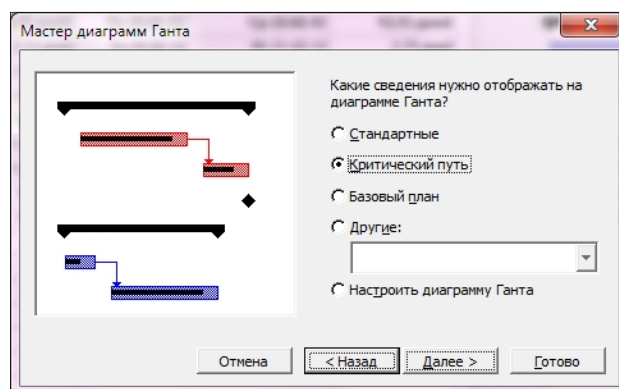

Рисунок 5.6 – Відображення критичного шляху
- на другому кроці обираємо опцію *Критичний шлях* (рис. 5.6);